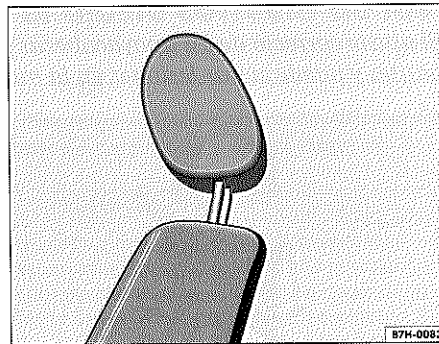

Fig. 51 Apoyacabezas montado correctamente
- Baje el apoyacabezas hasta el tope a la vez que presiona la tecla (2).
- Cerciérese de que ha montado correctamente el apoyacabezas en el respaldo ⇒ fig. 51.
- Monte siempre correctamente el apoyacabezas ⇒ fig. 51. Si se monta el apoyacabezas de forma incorrecta, se corre el riesgo de sufrir lesiones.